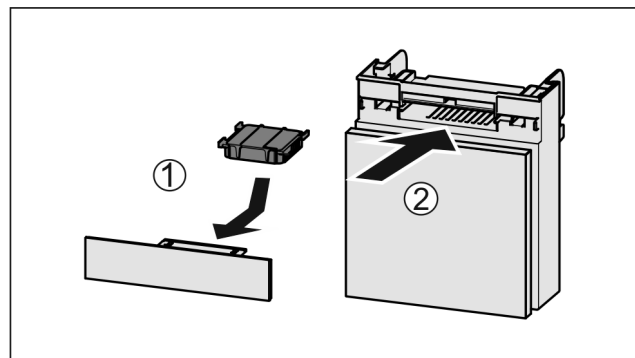

Fig. 143
- Поставете Fig. 143 (1) филтъра с активен въглен, както е показано на фигурата.
- Вкарайте Fig. 143 (2) отделениято.